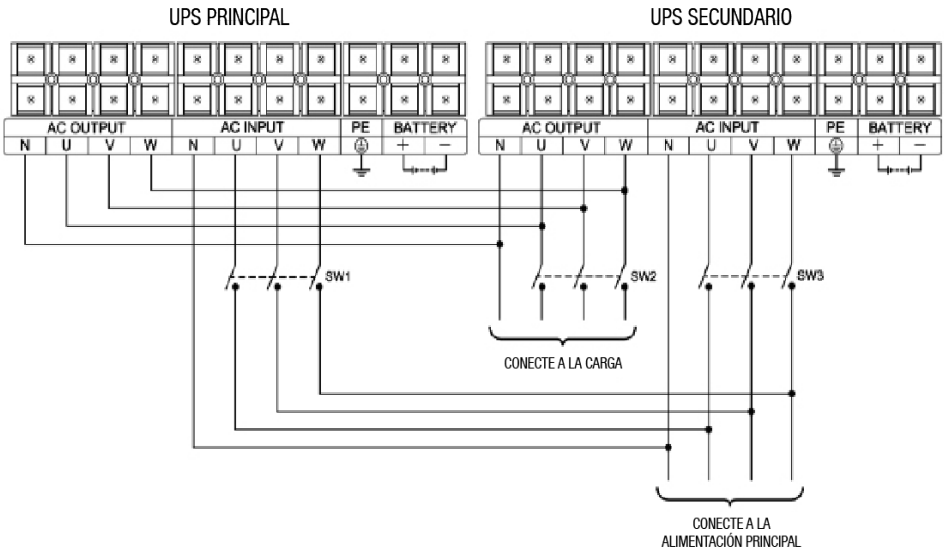

Fig. 4-14 Ejemplo de las conexiones de un sistema en paralelo para el UPS-IND Serie 1300
- 2) Conecte los cables de entrada, salida y baterías como se muestra en la Fig. 4-14